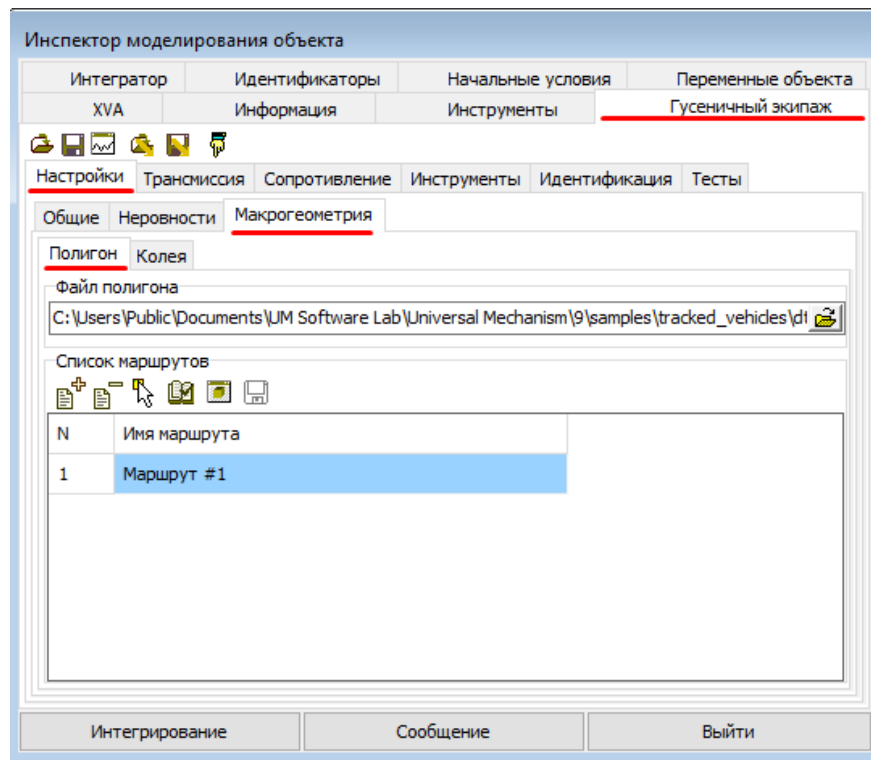

Рис. 32. Задание макрогеометрии пути
4. Рассмотрим настройки макрогеометрии. В окне инспектора моделирования объекта перейдите на вкладку **Гусеничный экипаж | Настройки | Макрогеометрия | Полигон**. Макрогеометрия пути задается в виде предварительно созданного графического образа полигона и загружается в поле **Файл полигона** (рис. 32). Более подробное описание можно найти в Главе 18 в пп.18.3.4.1.3 "Задание макрогеометрии".